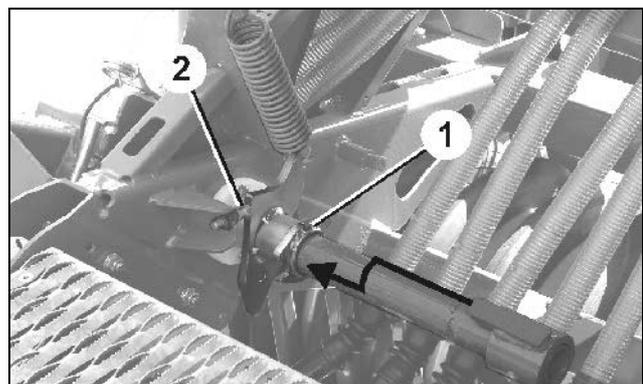

Fig. 27
- Soulevez la roue d'entraînement et tirez la complètement vers l'extérieur. **L'arbre de la roue d'entraînement doit s'enclencher sur l'entraîneur (Fig. 27/1)!**
La profondeur de travail maximale de la roue d'entraînement se règle en tournant la vis (Fig. 27/2). Bloquez bien la vis après le réglage.